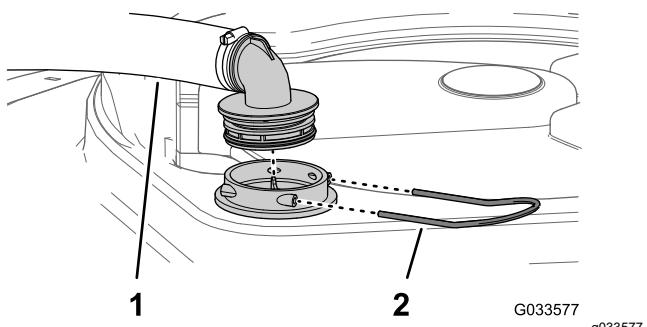

図 54
2. タンク上部で、フィルタハウジングからの太いホースについているフィッティングを固定しているリテナを外す 図 54。
3. フィルタハウジングからホースとフィッティングを取り外す 図 54。